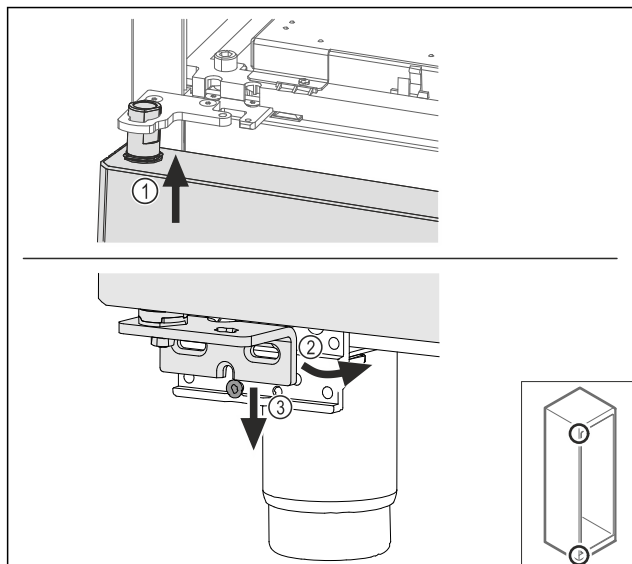

Fig. 68
- Før døren opppe inn lett vippet Fig. 68 (1), rett ut døren Fig. 68 (2) og sett den på lagerbukkskruen Fig. 68 (3) nede.